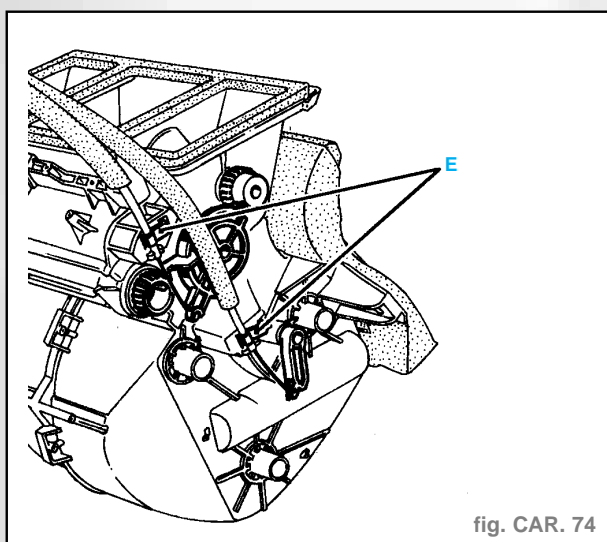

fig. CAR. 74
- les agrafes de maintien des câbles (E) (fig. CAR. 74).